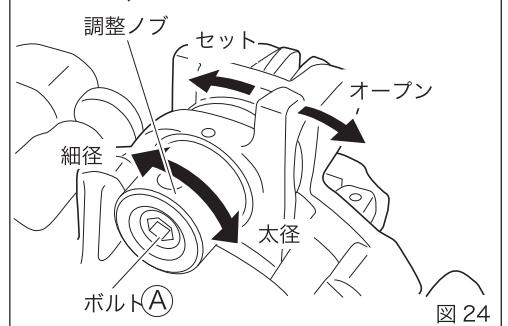

図 24
12. ねじ径調整方法 (図24、25)
・加工するねじ径の太さを変更したい場合、以下の手順に従って調整する事が出来ます。(図24、25)